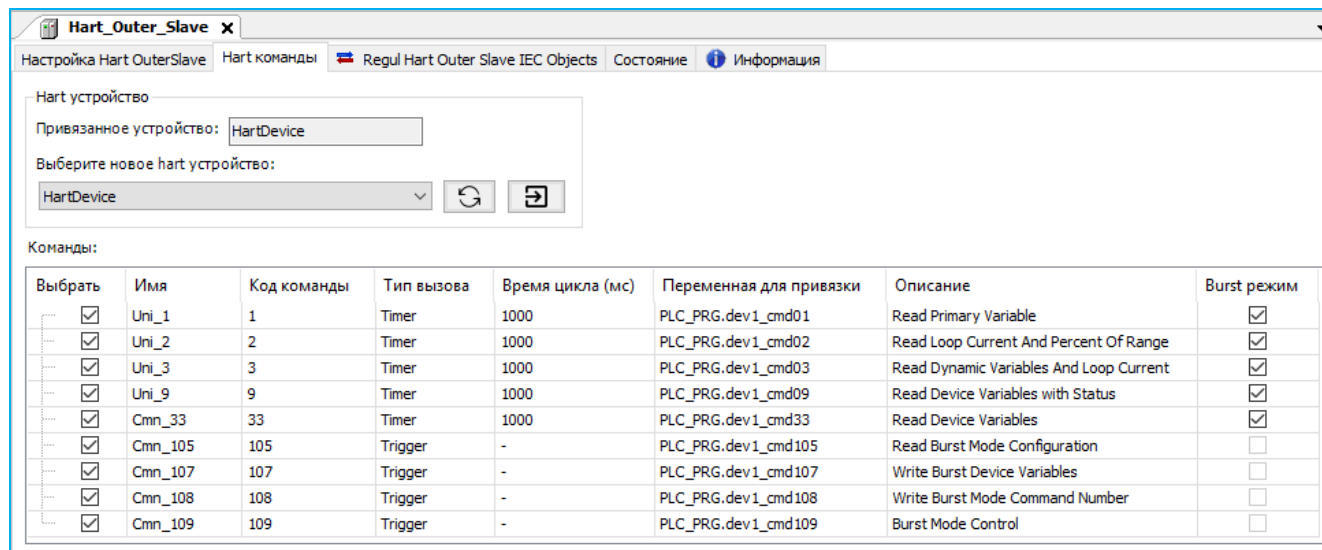

Рисунок 27 - Добавление и привязка команд для Burst режима
- Добавьте в код переменные соответствующих типов (PLC\_PRG). В экземпляры этих переменных будут копироваться данные из полученных Burst пакетов. В списке команд из п.3 на вкладке **Hart команды** привяжите добавленные переменные к активным командам с помощью ассистента ввода в поле **Переменная для привязки**. (Рисунок 27).